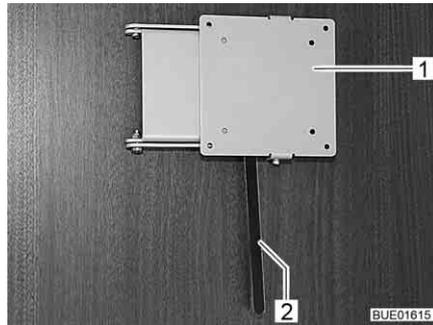

Fig. 66 Soporte con palanca de desbloqueo
- Empujar la palanca de desbloqueo (Fig. 66,2) hacia el lado y girar el soporte (Fig. 66,1) junto con la pantalla plana a la posición deseada.
- Girar la pantalla plana hacia la posición inicial hasta que el soporte (Fig. 66,1) engatille en el bloqueo.